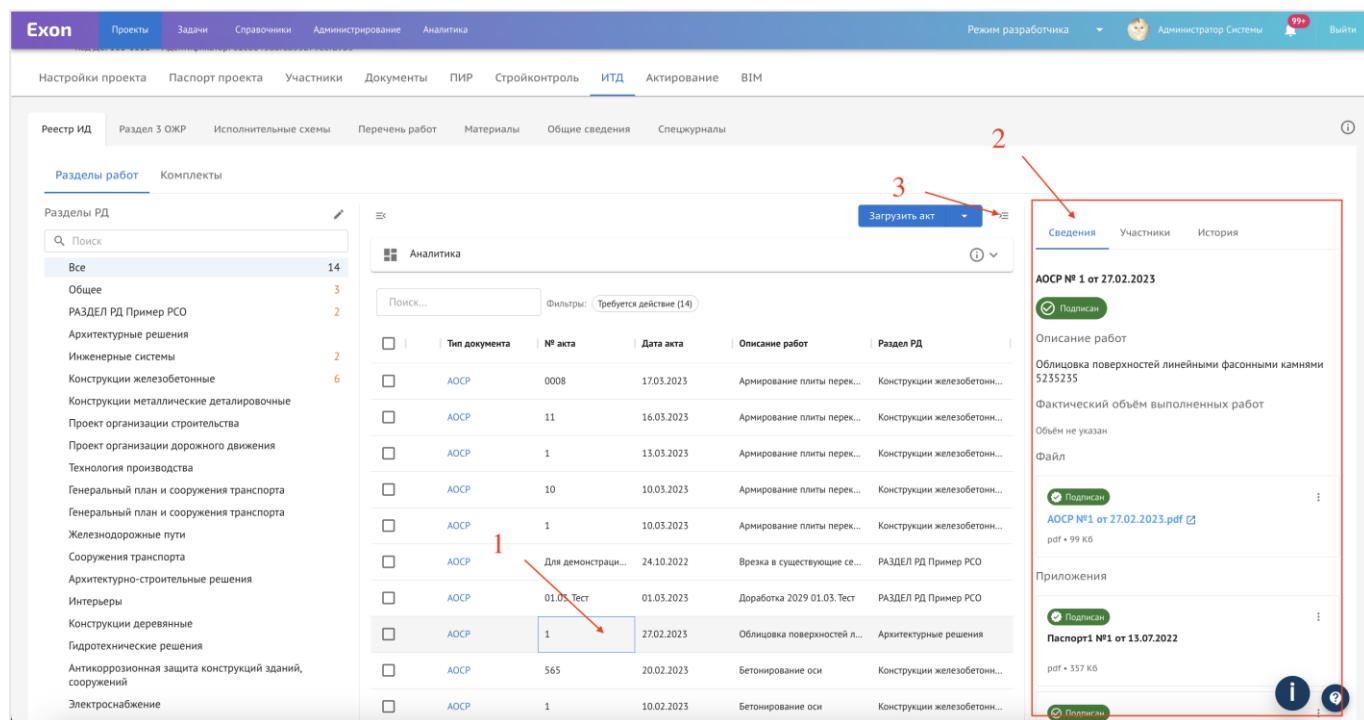

Рис. 63 – Дополнительные сведения в Реестре ИД
Если нажать на строчку акта (1), то справа появится поле Сведения, Участники, История (2). Здесь можно посмотреть, кто подписал/согласовал акт, подписаны ли приложения, а также историю согласования. При необходимости, окно можно скрыть (3) (рис. 63).